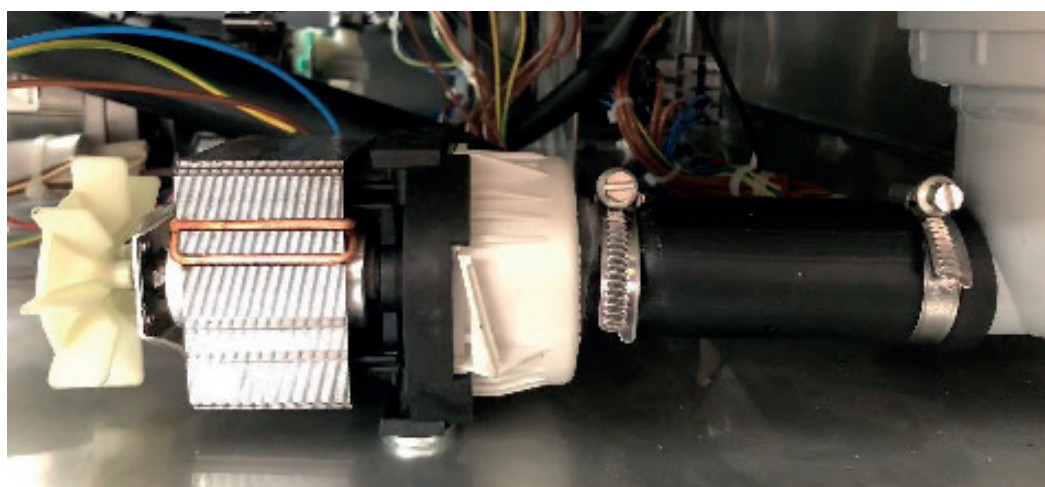

Figure 4 : Connexion entre la pompe et le collecteur au moyen du tuyau.
- Fixer la pompe de vidange à la carrosserie dans les trous correspondants (2 vis D-933 M-6X15 en acier inoxydable et 2 rondelles en acier inoxydable D-125 de 6). S'assurer que le ventilateur de la pompe de vidange est suffisamment éloigné du câblage. **Voir figure 4.**